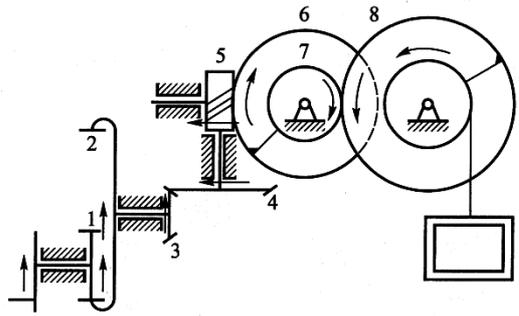

图 2
提升重物时手柄的转向如图 2 箭头所示。
- 【答案】** (1) 基圆半径的表达式为 $r_0 = R + r_T$ ；
- (2) 图示位置时凸轮的转角 δ 、推杆位移 s 、机构的压力角 α 如图 2 所示。